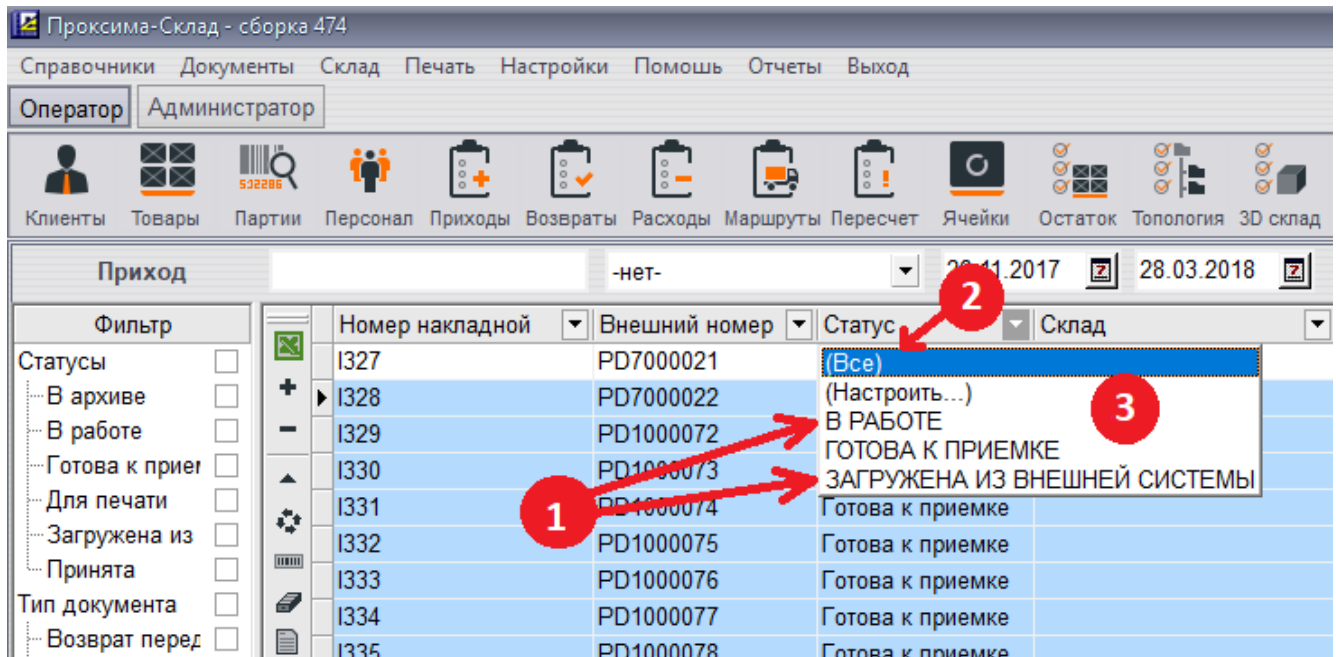
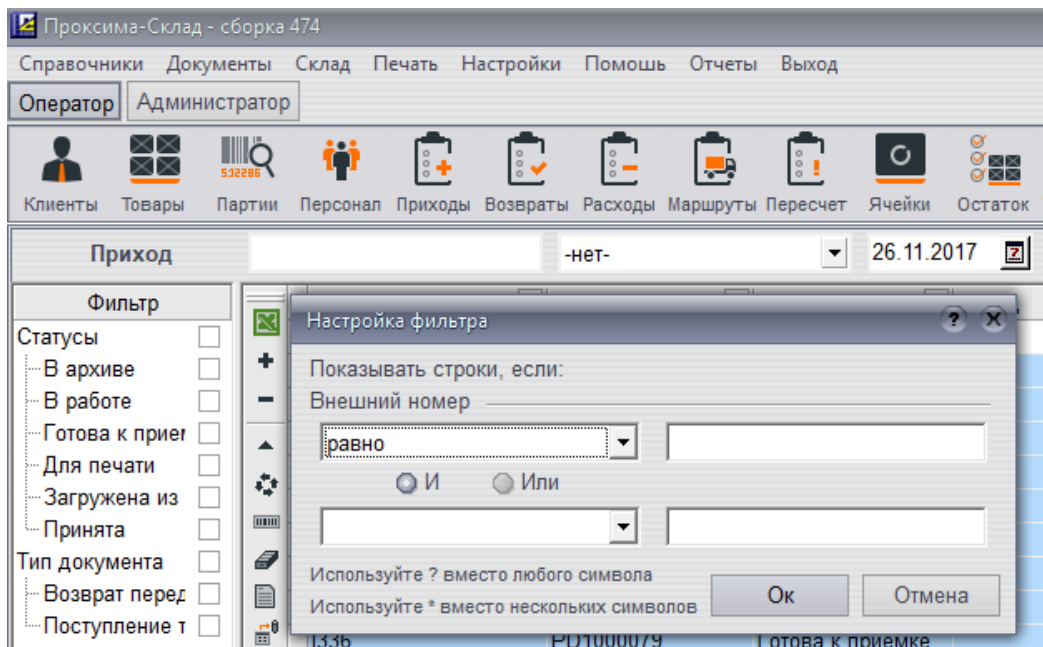
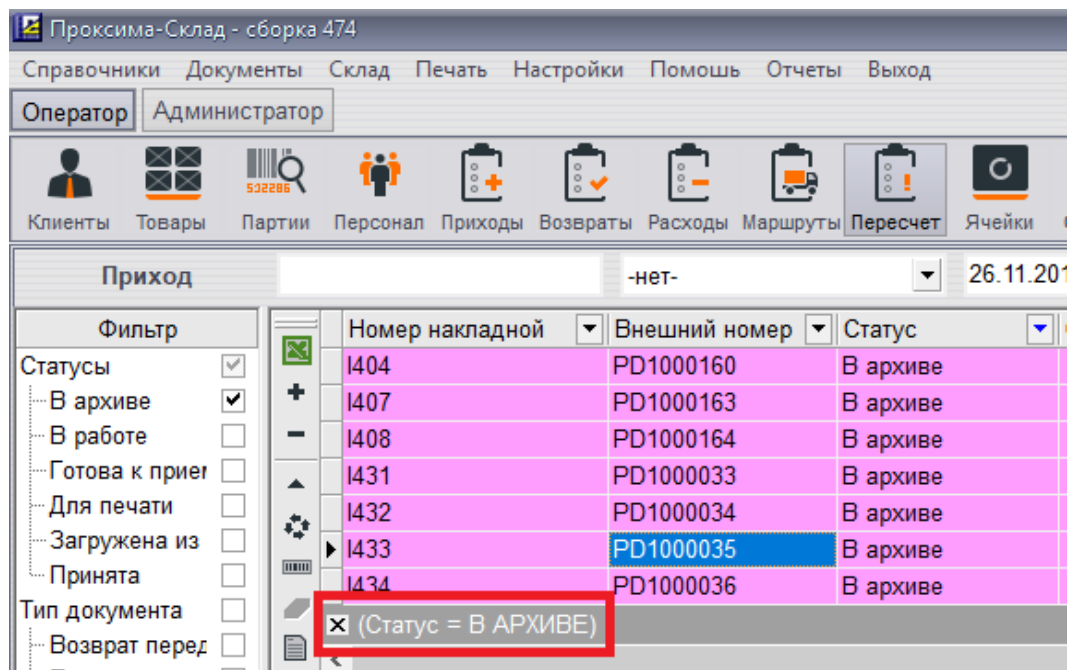

Рисунок 4.8.
Рисунок 4.9.
Рисунок 4.11.
- 3) (Настроить) – настраиваемый фильтр, который позволяет наложить сложные условия для поиска нужных значений (рис. 4.9).
Для настройки сложного фильтра необходимо его открыть, нажав на «Настроить...» (рис. 4.8. маркер 3) и ввести одно или несколько условий в поля фильтра (рис. 4.9). При этом можно использовать символ «?» вместо одного любого символа или символ «*» вместо нескольких символов в искомом значении.
Для отключения всех установленных фильтров необходимо нажать кнопку «x» на панели активированных фильтров (рис. 4.11). В случае поэтапной фильтрации, для отключения отдельных фильтров необходимо выбрать запись (Все...) в выпадающем списке фильтра (рис.4.8. маркер 2).